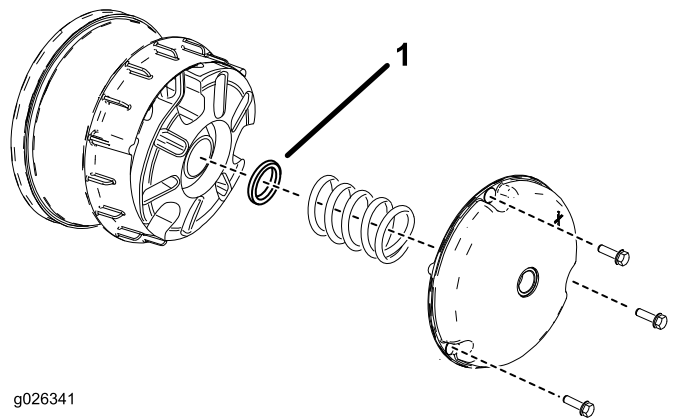

Figure 65
2. Retirez les boulons qui fixent le couvercle de l'embrayage primaire, comme montré à la Figure 65.